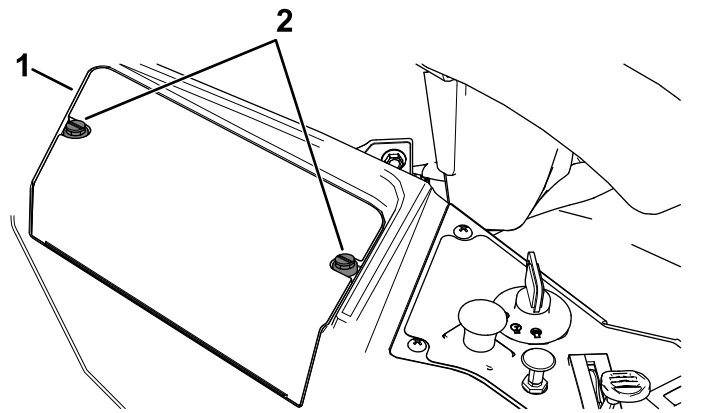

Figura 54
3. Slăbiți cele 2 elemente de fixare de pe capacul bateriei printr-un sfert de tură în sens invers acelor de ceasornic și îndepărtați capacul bateriei (Figura 54).
6. Montezi capacul bateriei prin apăsarea și strângerea celor 2 elemente de fixare în sensul acelor de ceasornic (Figura 54).